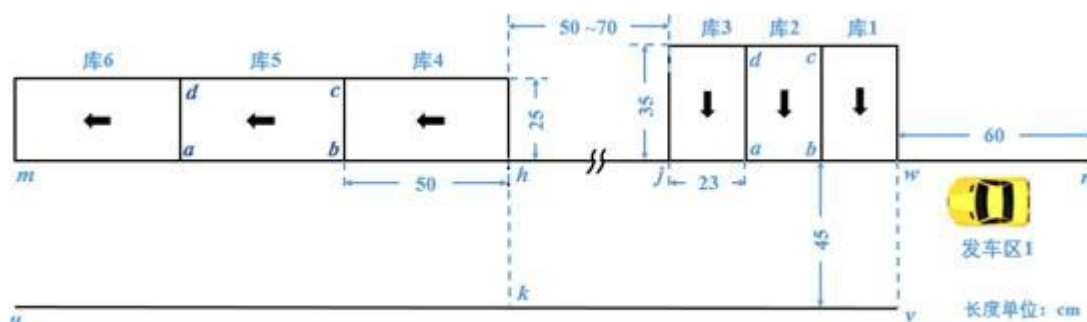
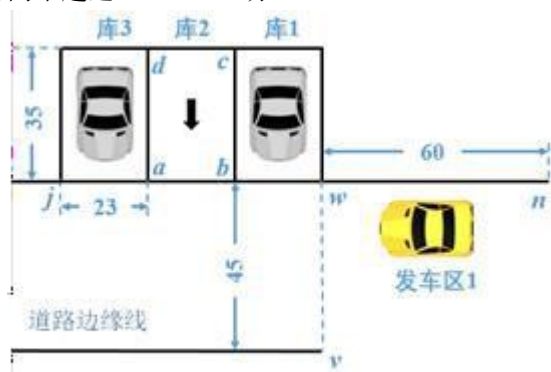
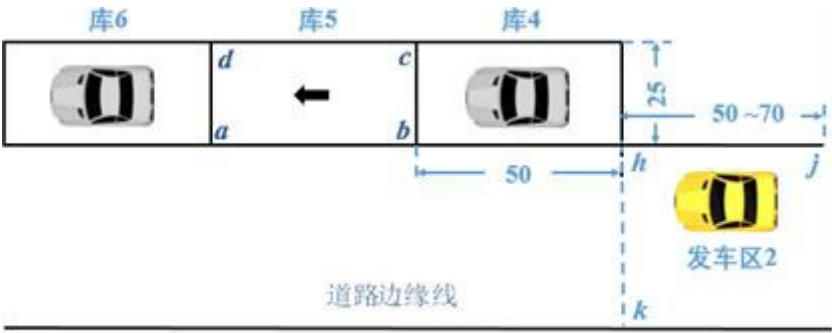

图 1 作品测试泊车场地示意图
图 2 倒车入库/出库区域示意图
图3 侧方入库/出库区域示意图
设计制作具有自动泊车功能的电动车，可在图 1 所示的作品测试泊车场地上，分别独立完成“倒车入库/出库”或“侧方入库/出库”的单项操作，也可连续完成这两项入库/出库的操作。
(1) 单项倒车入库/出库①：如图2 所示，一键启动摆放在“发车区1”内的电动车，**电动车以“右侧垂直泊车方式”自动倒车进入库 2 内居中位置**停车（详见图 2 中库区 $abcd$ ，此时库 1、库 3 内均停有车辆），倒车入库时间
(2) 单项侧方入库/出库①：如图3 所示，一键启动摆放在“发车区2”内的电动车，电动车以“**右侧平行泊车方**
式”自动泊入库5内居中位置停车（详见图3中库区abcd，此时库4、库6内均停有车辆），侧方入库时间 T_2 越短越好（ T_2 定义见本题说明， $T_2 > 40s$ 的 T_2 测试项成绩记0分）。电动车在库内停车到位5s后，沿车头方向出库，车身整体出库时间不超过20s。（20分）
（3）单项倒车入库/出库②：移除图2中库1、库3内停放的车辆，逐条按照第（1）项要求，电动车完成“邻库无车”时的倒车入库/出库。（20分）
（4）单项侧方入库/出库②：移除图3中库4、库6内停放的车辆，逐条按照第（2）项要求，电动车完成“邻库无车”时的侧方入库/出库。（20分）
（5）连续倒车与侧方入库/出库①：如果参赛者确认其作品能连续完成第（1）、（2）项功能要求，可直接测试本项，成功完成的将在第（1）、（2）项得分基础上加5分。此刻泊车场地（图1）中的库1、3、4、6内均居中停有车辆。电动车自图1中“发车区1”内一键启动泊车，按第（1）、（2）项要求，连续完成自动倒车及侧方入库/出库。（5分）
（6）连续倒车与侧方入库/出库②：如果参赛者确认能够连续完成第（3）、（4）项功能要求，则直接测试第（6）项，成功完成的可在第（3）、（4）项得分基础上加5分。此刻同时移除泊车场地（图1）中的库1、3、4、6内所有停放车辆，电动车自图1中“发车区1”内一键启动泊车，按照第（3）、（4）项要求，连续完成自动倒车与侧方入库/出库。（5分）
2) **测试场地**: 赛区测试电动车自动泊车的场地如图1所示, 单项泊车场地(图2、图3)各为赛区测试场地(图1)的一部分, 赛区测试场地不标注蓝色字符和线段, 直线段 h_j 长度范围 $50\sim 70\text{cm}$ (具体长度由赛区决定)。倒库泊车的三个车库(库1~3)长度均为 35cm 、宽度均为 23cm ; 侧方泊车的三个车库(库4~6)长度均为 50cm 、宽度均为 25cm 。图中长方形 $abcd$ 为泊车库, 线段 ab 为“库口线”, 线段 bc 、 cd 、 da 为“库边线”; 线段 uv 与 mn 为道路边缘线, mn 与所有“库口线”重合。泊车场地应铺白纸, 纸上的黑色实线用 1.8cm 左右宽度的黑色胶带粘贴而成。
3) **发车区1**: 测试第(1)、(3)项及第(5)、(6)项要求的功能时, 电动车应摆放于图1中“发车区1”内, 即车身右侧投影线距离直线段 mn 约 5cm , 车头投影线距离前方虚线段 wv 约 $5\sim 30\text{cm}$, 测试时将随机调整该距离。
4) **发车区2**: 测试第(2)、(4)项要求的功能时, 电动车应摆放于图3中“发车区2”内, 即车身右侧投影线距离直线段 mn 约 5cm , 车头投影线距离前方虚线段 hk 约 $5\sim 30\text{cm}$, 测试时将随机调整该距离。